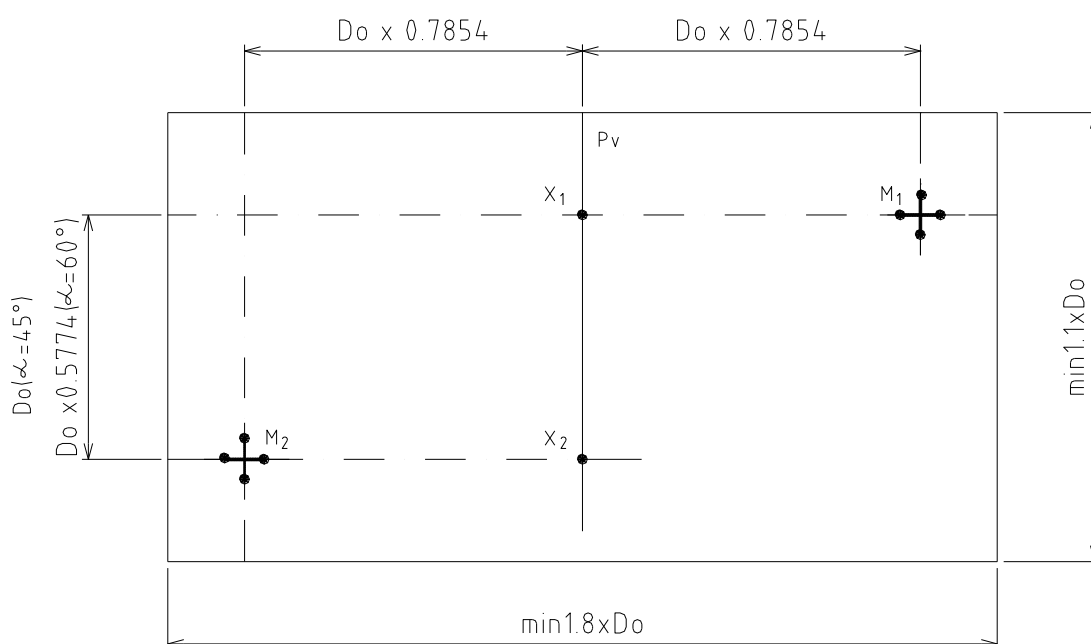

Рисунок 16
- B.** В точках X_1 и X_2 нарисуйте параллельные линии, перпендикулярные центральной линии p_v , одну на каждой стороне, и отметьте на них точки M_1 и M_2 на расстоянии $D_o \times 0.7854$ от центральной линии p_v . Далее точки M_1 и M_2 определяются пересечением линий с минимальной длиной 100 мм (смотрите рисунок 16).